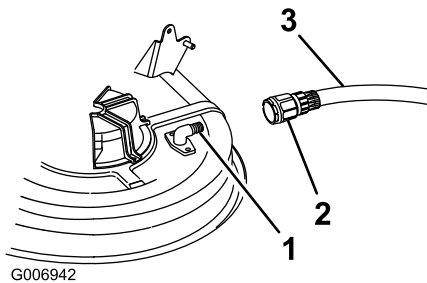

Bild 55
4. Drehen Sie eine Schlauchkupplung (gehört nicht zum Lieferumfang) auf den Mähwerk-Spülanschluss und drehen Sie das Wasser ganz auf (Bild 55).